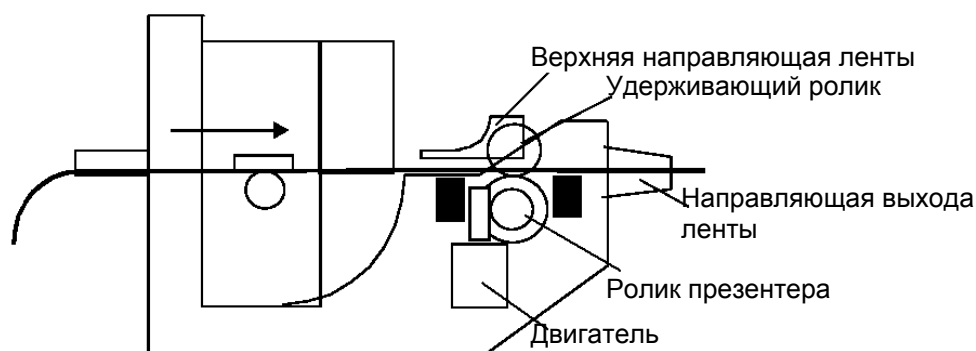

Рисунок 7.6 - Операция подачи бумаги с автоотрезкой (без петли)
7.6.2 Организация подачи ленты через модуль презентера без формирования петли показана на рисунке (Рисунок 7.6).